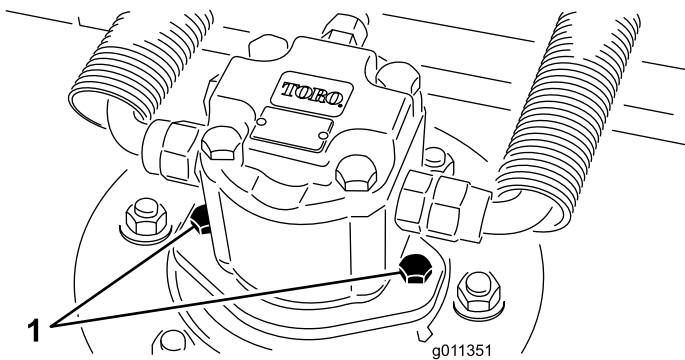

Figura 82
2. Desconecte y retire el motor hidráulico de la unidad de corte (Figura 82). Tape la parte superior del eje para evitar la contaminación.
3. Instale el motor hidráulico en la unidad de corte (Figura 82). Asegúrese de que la junta tórica está correctamente colocada y que no está dañada.